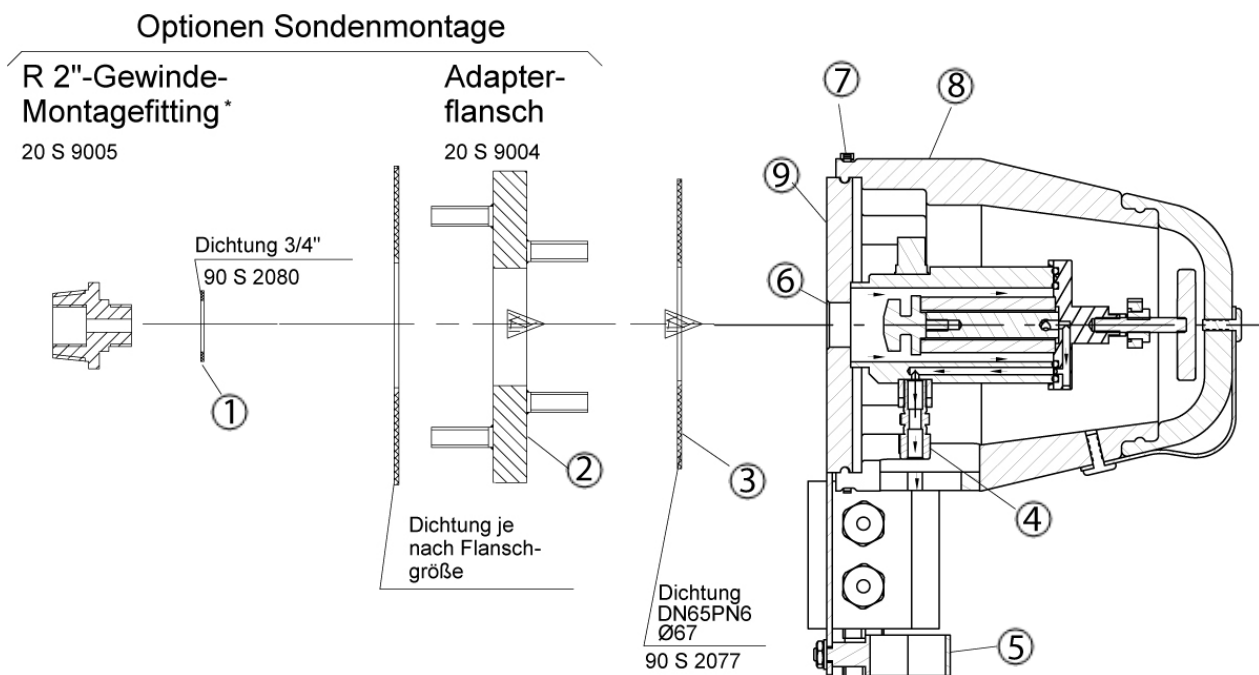

Abbildung 2 Sondenmontage
Die M&C Sonde SP180-H ist für den stationären Einsatz konzipiert und garantiert bei fachgerechter Auswahl und Montage eine lange Funktionsfähigkeit und ein Minimum an Wartung. Die optimale Betriebseinbaulage ist horizontal mit ca. 10° Neigung zum Prozess. Für die folgende Beschreibung siehe auch Abbildung 2.
- Das gelieferte Entnahmerohr in das 3/4"-Innengewinde ⑥ im Flansch der Sonde mit der 3/4"-Flachdichtung ① einschrauben und festziehen.
- Zur Montage der SP180-H am Entnahmeflansch ist die Metallschelle ⑦ über der Isolierhaube ⑧ zu lösen und die Isolierhaube abzunehmen.
- Entspricht der Entnahmestutzen nicht dem Standard-Flanschanschluss DN65 PN6, so ist der optional mitgelieferte Adapterflansch ② an der Sonde zu montieren (siehe Abbildung 2). Vorher die Flanschdichtung ③ zwischen beide Flansche legen.
- Wird das beheizte Entnahmerohr Typ SP30/35 verwendet, ist die Sonde ebenso mit dessen Flansch (mit eingeschweißten Gewindebolzen) zu verschrauben. Vorher die Flanschdichtung ③ zwischen beide Flansche legen.
- Flanschdichtung ③ am Entnahmestutzen anlegen.
- Nach der Montage der Sonde am Entnahmeflansch die Isolierhaube ⑧ wieder über den Sondenflansch stülpen und mit der Metallschelle ⑦ sichern.